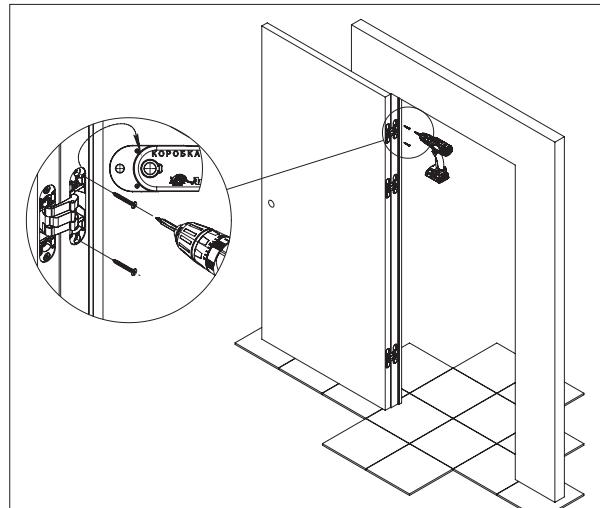

Рисунок 6 – Установка в дверную коробку.
4. Установить дверное полотно с петлями в соответствующие пазы на дверной коробке согласно маркировке и зафиксировать их саморезами 5×40 (см. рис. 6).